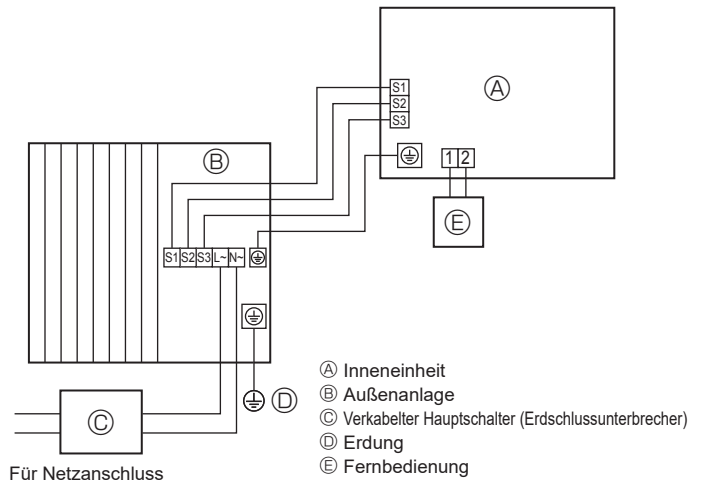
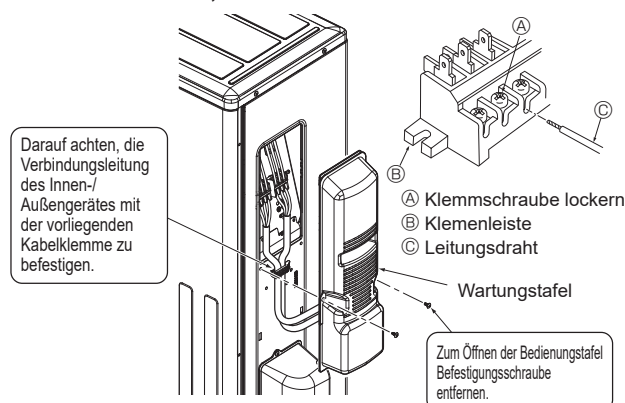

Fig. 6-1
Fig. 6-3
6.1. Außeneinheit (Fig. 6-1, Fig. 6-2, Fig. 6-3)
- ① Die Wartungstafel entfernen.
- ② Die Kabel wie in den Fig. 6-1, Fig. 6-2 und Fig. 6-3 gezeigt verlegen.